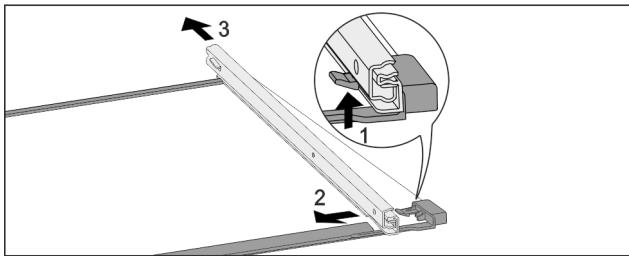

Fig. 67 Стъклена плоча с релси
- ▶ Натиснете нагоре предните фиксиращи палци. Fig. 67 (1)
- ▶ Пълзнете изтеглящата релса настрани Fig. 67 (2) и назад Fig. 67 (3).